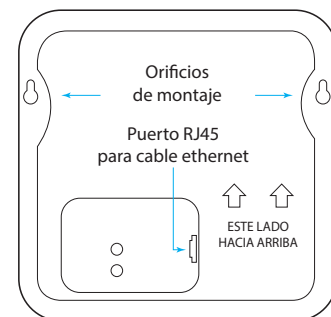

Fig. 2.4
- Paso crítico:** monte y conecte el RT7000 (fig. 2.4 y 2.5) de manera provisional en un lugar central para obtener una cobertura óptima (hasta que haga las pruebas de rango de los pasos 9 y 10, usando el asistente de instalación). Por ejemplo, observe las figuras 2.10 y 2.11. Muestran dos configuraciones distintas de tiendas, con áreas específicas en las que los auriculares se usan principalmente. En estos ejemplos, la ubicación seleccionada para el RT7000 (representado por el pequeño rectángulo azul) ofreció la mejor cobertura, indicada por las áreas en el círculo azul. Cada tienda requirió que el RT7000 se montara en un lugar diferente, pero centralizado, para ofrecer la mejor cobertura general para las necesidades de la tienda. La distribución de la tienda y sus obstrucciones también afectaron la colocación y el rango (puede ver más detalles sobre la ubicación del RT7000 en "Notas de componentes" on page 15).